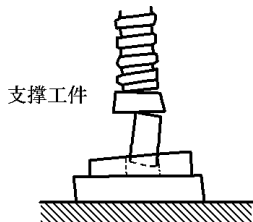

图 2.4.15
5. 为了防止工件侧面弯曲,要把工件竖直并牢固地夹紧,如图 2.4.15 所示。